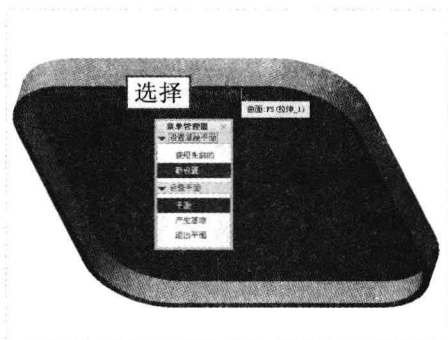

图 8-82 选择草绘平面
Step 04 弹出“设置草绘平面”和“设置平面”菜单管理器，在绘图区选择合适的面作为草绘平面，如图 8-82 所示。